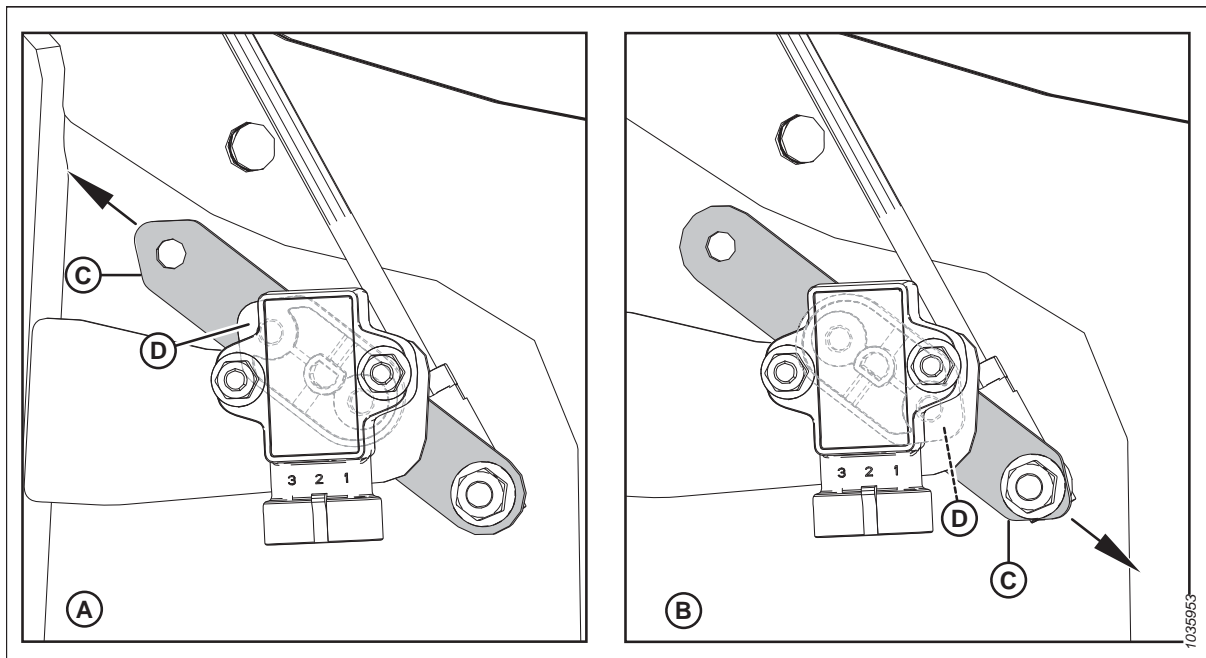

Figura 3.186: Configurațiile brațului senzorului/acului indicator
- Verificați dacă brațul senzorului (C) și acul indicator (D) sunt configurate corespunzător pentru heder. Pentru instrucțiuni, consultați Figura 3.186, pagina 169.